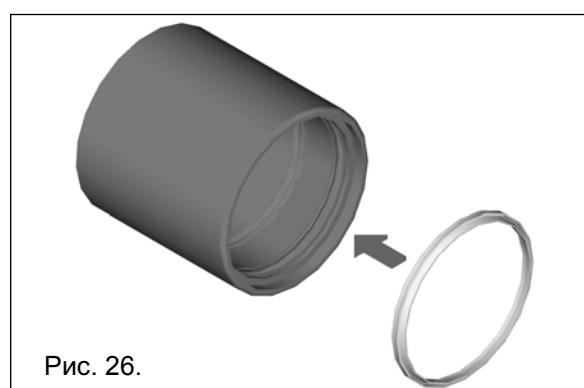

Рис. 26.
- грязесъемное кольцо (рис. 26.).